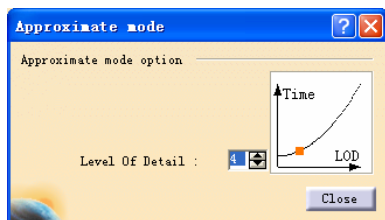

图 6-55
- **Approximate (近似)**: 在此模式下生成的近似视图在精度和质量上不如精确视图, 但此模式可显著降低内存消耗, 提高性能。近似模式适用于涉及大数据量的复杂产品或装配件。单击 **Configure (配置)** 按钮, 显示 **Approximate mode (近似模式)** 对话框, 如图 6-55 所示, 可以根据需要在其中设置性能, 即生成 Time (时间) 的精度 (即细节级别 LOD) 等, 以调整视图精度。